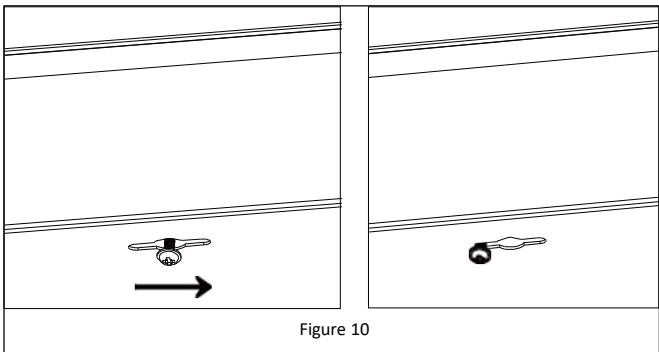

Figure 10
8. Guide the heads of the four wood screws into the keyhole slots and slide the fixture base in the direction such that the wood screw heads rest over the narrow part of the keyhole slot. Ensure that the fixture is supported and tighten the four wood screws until the fixture is secured to the mounting surface. **See Figure 10.**
8. *Guidez les têtes des quatre vis à bois dans les fentes en trou de serrure et glissez la base du luminaire de façon à ce que les têtes des vis à bois soient dans la partie étroite des fentes en trou de serrure. Assurez-vous que le luminaire est soutenu et serrez les quatre vis à bois jusqu'à ce que le luminaire soit fixé à la surface de montage. Reportez-vous à la Figure 10.*